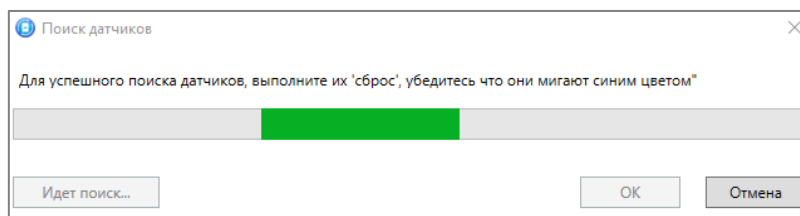

Рисунок 4.43 — Поиск радиоустройства
3. После нажатия кнопки *OK* начнется поиск радиоустройства контроллером (см. рисунок 4.43). Для того чтобы устройство было найдено контроллером, его следует перевести в режим связывания (выполнить «сброс»).